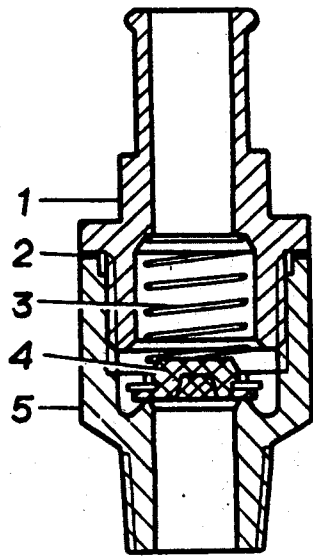

Рис. 84. Запорный клапан:
**Запорные клапаны** установлены в вакуумных баллонах. Каждый клапан состоит из корпуса 5 (рис. 84), штуцера 1, резинового клапана 4 и пружины 3. Под действием разрежения, возникающего во впускном коллекторе двигателя, резиновый клапан отходит от седла и разрежение поступает в вакуумные баллоны и гидравку усилители. В случае снижения разрежения в двигателе резиновый клапан 4 под действием пружины прижимается к седлу и обеспечивает сохранение разрежения в баллонах и усилителях